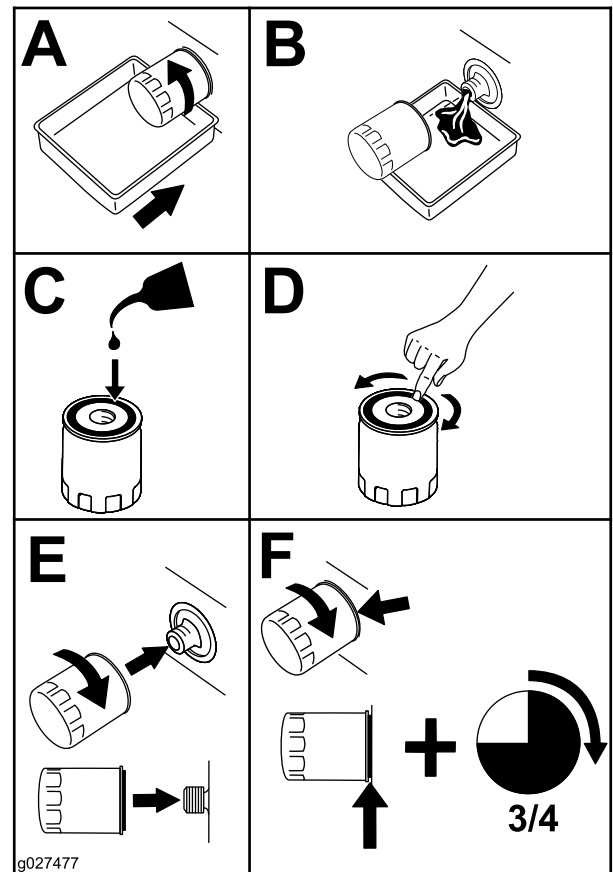

Figure 19
2. Remplacez le filtre à huile moteur (Figure 19).